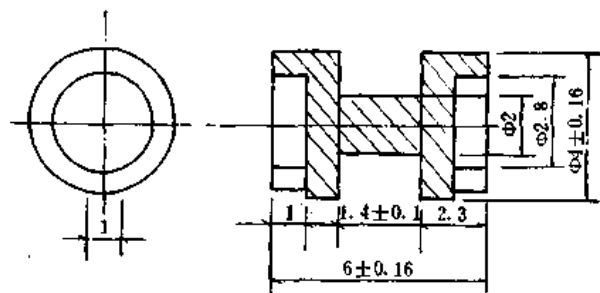

图48-21
#### (1) 14×6 立式电感磁芯结构与规格图(图48-21)